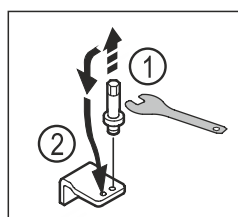

Fig. 13
- ▶ Odvrnite svornjak donjeg ležajnog postolja vanjskim šesterostranim ključem veličine 5. Fig. 13 (1)
- ▶ Umetnite svornjak na suprotnoj strani. Fig. 13 (2)